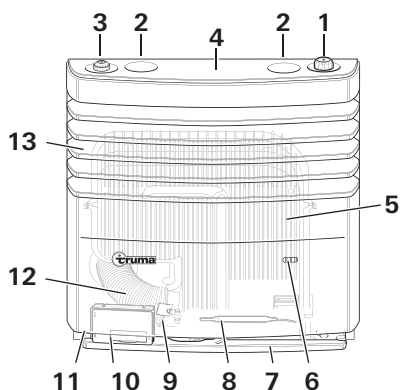

Figure 1
3. Contrôler l'opération d'allumage en regardant dans le voyant (figure 1 – 6 ou 2 – 6). Un allumage réussi se reconnaît à une flamme.